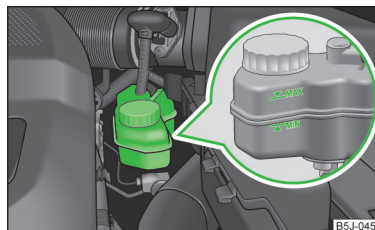

Fig. 133
- Dacă nivelul lichidului a scăzut sub marcajul MIN » fig. 133 la pagina 150,  nu continuați deplasarea – pericol de accident! Solicitați asistența de specialitate a unei unități de service.
Recipientul lichidului de frână se găsește în compartimentul motor » fig. 133.
- Verificați nivelul lichidului de frână pe recipientul acestuia » fig. 133.